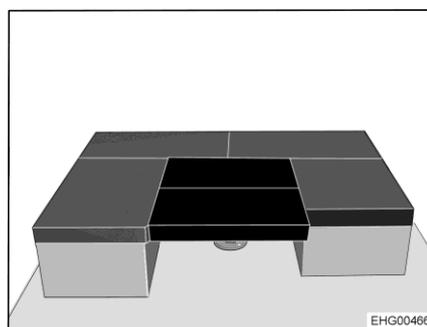

Fig. 159 Dopo la trasformazione
- Posizionare 2 cuscini aggiuntivi trasversalmente sul tavolo (vedi Fig. 159).